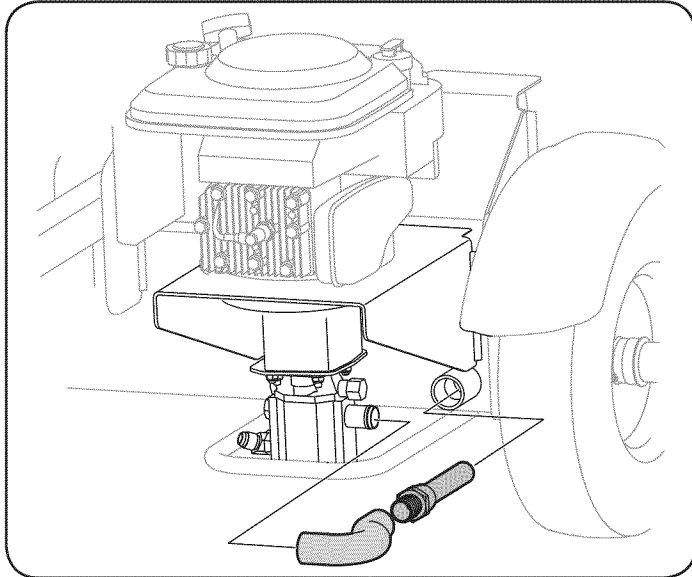

Figura 18
2. Con mucho cuidado desenrosque el filtro de entrada y límpielo con aceite penetrante. Vea la Figura 18.